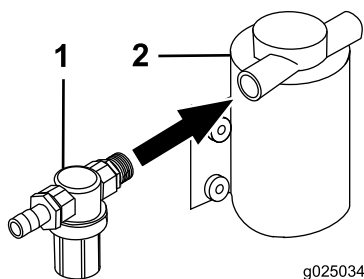

図 12
6. 圧力フィルタ・アセンブリをすすぎポンプに取り付ける（図 12）。